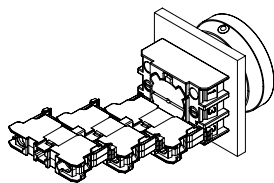
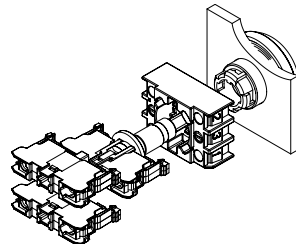

Fig. 4
Fig. 5
2. El montaje de los elementos de contacto del sistema de contacto RF se realiza mediante en ganche en las posiciones 1 a 3 en la brida de montaje (véase fig. 4). La posición central (pos. 3) se ha previsto para el montaje de elementos luminosos en dispositivos con iluminación (véase fig. 5).